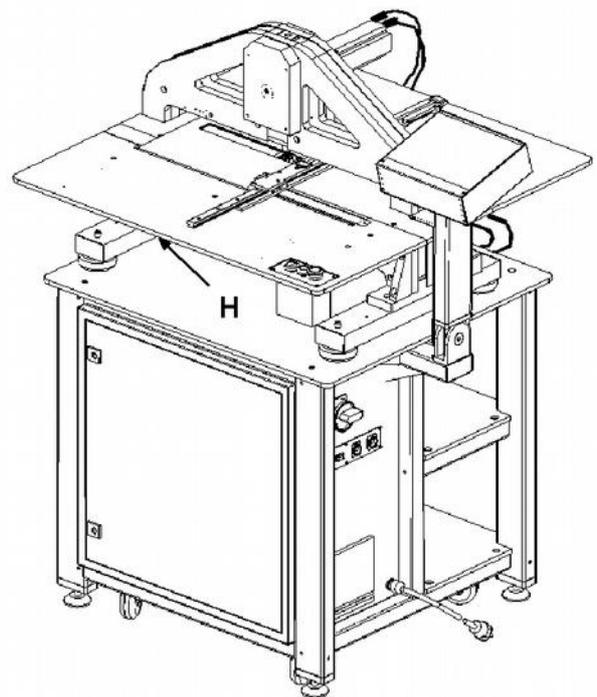

Abb. 8: Prägeeinheit komplett
14. Prägeeinheit an der Ringschraube „G“ (mittels Stange oder Hubvorrichtung) vorsichtig aus der Versandkiste heben und auf die Tischplatte der Schaltschrankeinheit abstellen und ausrichten. (siehe Abb. 8)